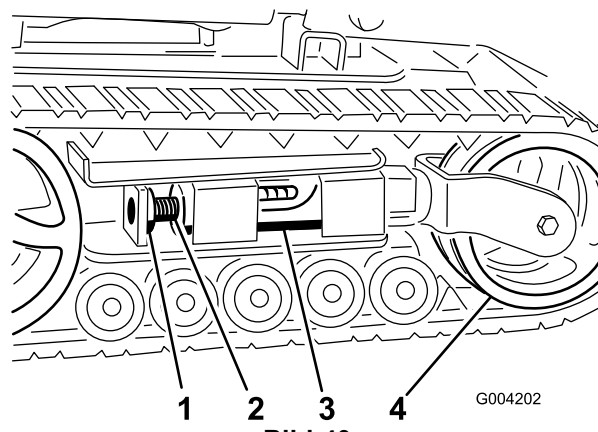
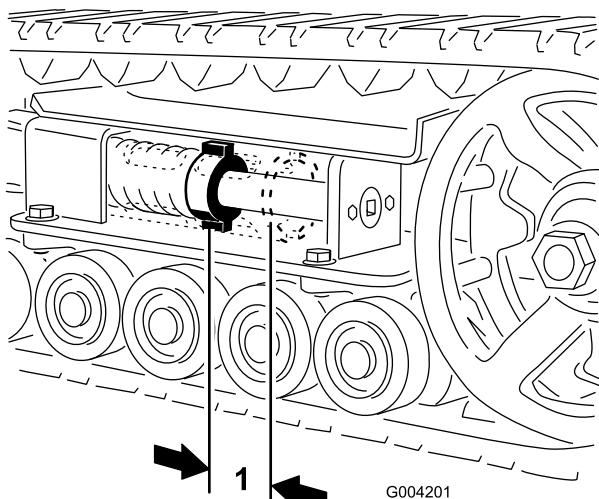
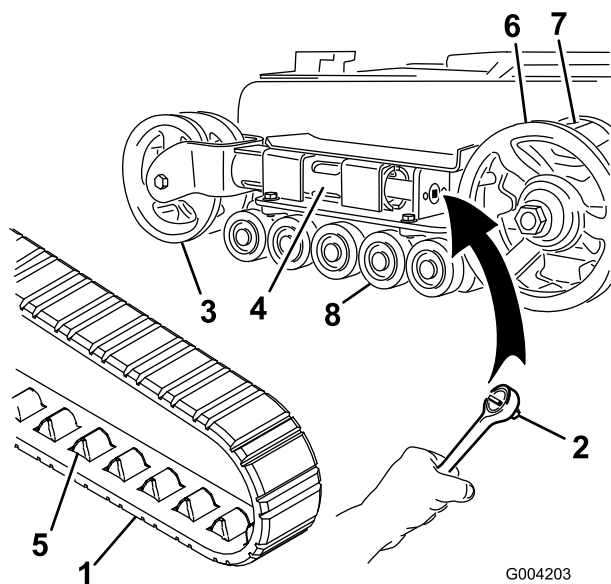
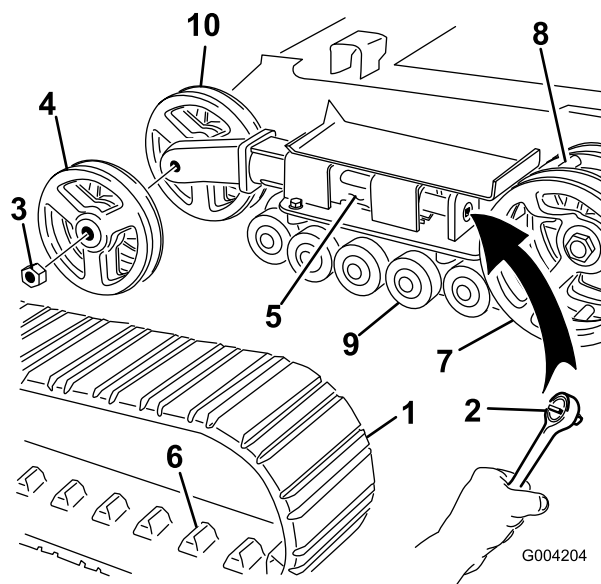

Bild 40
Bild 39
Bild 41
Bild 42
Zwischen der Spannungsmutter und der Rückseite des Spannungsrohrs sollte ein Abstand von 7 cm sein (Bild 39). Stellen Sie ansonsten die Kettenspannung wie folgt ein:
3. Entfernen Sie die Befestigungsschraube und Mutter (Bild 40).
4. Drehen Sie die Spannschraube mit einem Sechskantschlüssel (1/2 Zoll) (Bild 41) nach links, bis der Abstand zwischen der Spannmutter und der Rückseite des Spannungsrohrs 7 cm beträgt (Bild 39).
5. Richten Sie die am nächsten liegende Kerbe in der Spannschraube mit dem Loch der Befestigungsschraube aus und befestigen Sie die Schraube mit der Befestigungsschraube und Mutter (Bild 40).
4. Lösen Sie die Antriebsspannung mit einem Sechskantschlüssel (1/2 Zoll), indem Sie die Spannschraube nach rechts drehen (Bild 40 und Bild 41).
5. Drücken Sie das Spannrad zur Rückseite der Maschine, um den Druckschlauch gegen den Rahmen zu bewegen (Bild 41). (Wenn es den Rahmen nicht berührt, drehen Sie die Spannschraube so lange, bis es funktioniert.)
7. Wenn Sie die Kette vom Spannrad entfernt haben, entfernen Sie sie auch vom Antriebsrad und den Straßenrädern (Bild 41).
8. Legen Sie die neue Kette, beginnend beim Antriebsrad, um das Rad und stellen Sie sicher, dass die Stollen an der Kette zwischen die Zahnräder am Rad passen (Bild 41).
9. Drücken Sie die Kette unter und zwischen die Straßenräder (Bild 41).
11. Drehen Sie die Spannschraube nach rechts, bis der Abstand zwischen der Spannmutter und der Rückseite des Abzweigschlauchs 7 cm beträgt (Bild 39).
4. Lösen Sie die Antriebsspannung mit einem Sechskantschlüssel (1/2 Zoll), indem Sie die Spannschraube nach rechts drehen (Bild 40 und Bild 42).
5. Drücken Sie das Spannrad zur Rückseite der Maschine, um den Druckschlauch gegen den Rahmen zu bewegen (Bild 42). (Wenn es den Rahmen nicht berührt, drehen Sie die Spannschraube so lange, bis es funktioniert.)
6. Nehmen Sie die Mutter ab, mit der das äußere Spannrاد befestigt ist. Nehmen Sie das Rad ab (Bild 42).
7. Nehmen Sie die Kette ab (Bild 42).
8. Nehmen Sie die Mutter ab, mit der das innere Spannrاد befestigt ist. Nehmen Sie das Rad ab (Bild 42).
12. Setzen Sie das innere Spannrاد ein und befestigen Sie es mit der vorher abgenommenen Mutter (Bild 42).
14. Montieren Sie die neue Kette. Achten Sie darauf, dass die Stollen in der Kette zwischen die Zahnräder in der Mitte des Antriebsrads passen (Bild 42).
15. Setzen Sie das äußere Spannrاد ein und befestigen Sie es mit der vorher abgenommenen Mutter (Bild 42).
17. Drehen Sie die Spannschraube nach rechts, bis der Abstand zwischen der Spannmutter und der Rückseite des Abzweigschlauchs 7 cm beträgt (Bild 39).